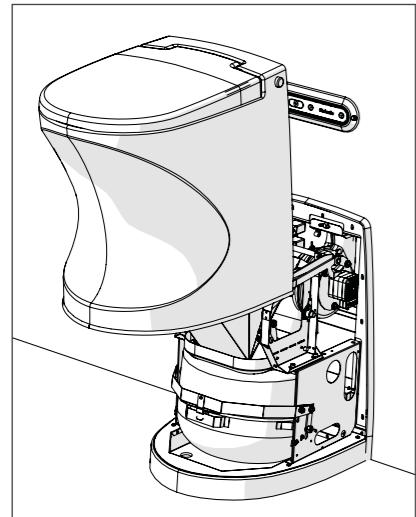

Fig. 9
3. Soulevez entièrement le bloc sanitaire à l'aide du mécanisme de levage (fig. 9).